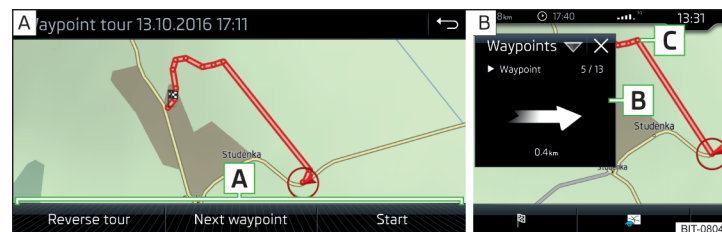

Fig. 251 Afișarea unui traseu de referință / Parcurerea unui traseu de referință
- Selectați unul dintre următoarele meniuri » fig. 251 - **A**.
În timpul parcurgerii unui traseu cu puncte de drum, în fereastra suplimentară **Traseu referință** se afișează direcția, precum și distanța până la următorul punct de drum, numărul curent al punctului de drum următor, precum și numărul total al punctelor de drum [B] » fig. 251 - [B].
Traseul cu puncte de drum „scade” succesiv din poziția actuală a autovehiculului spre următorul punct de drum, „[C] » fig. 251.
- > Afișarea traseului de referință » fig. 251 la pagina 213